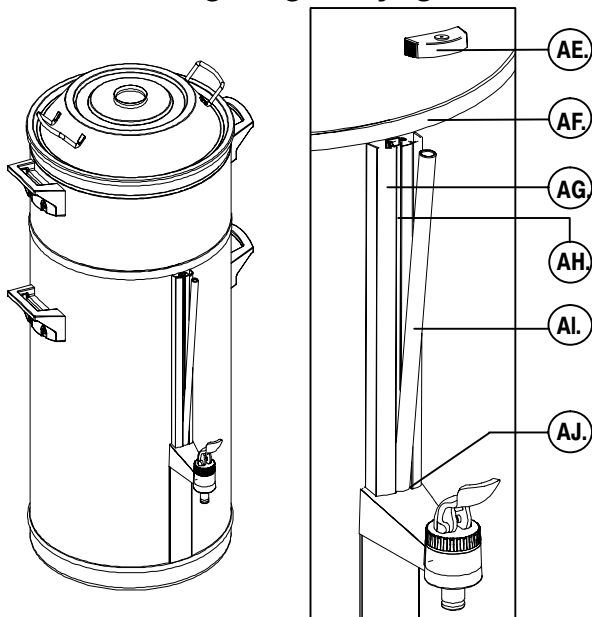

Fig. 10 Placering av synglasets hölje
- Rengör synglasets (fig. 10):